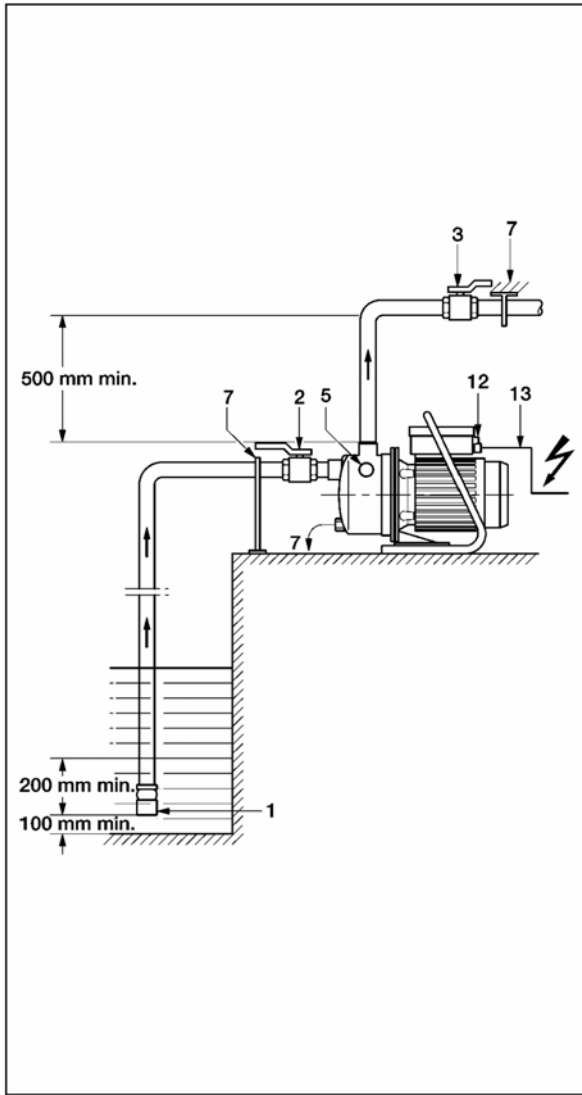

Рис.1
- Рисунок 1: Насос работает в режиме самовсасывания